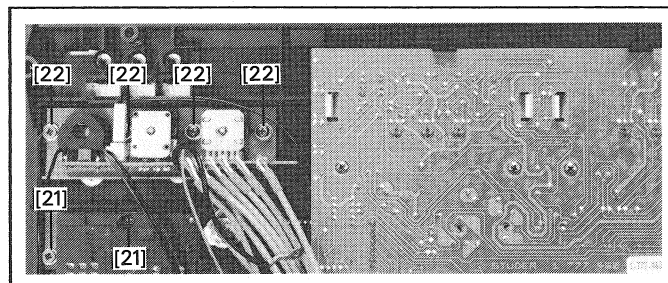

Fig. 9
- Desserrer 2 vis [21] (fig. 9).